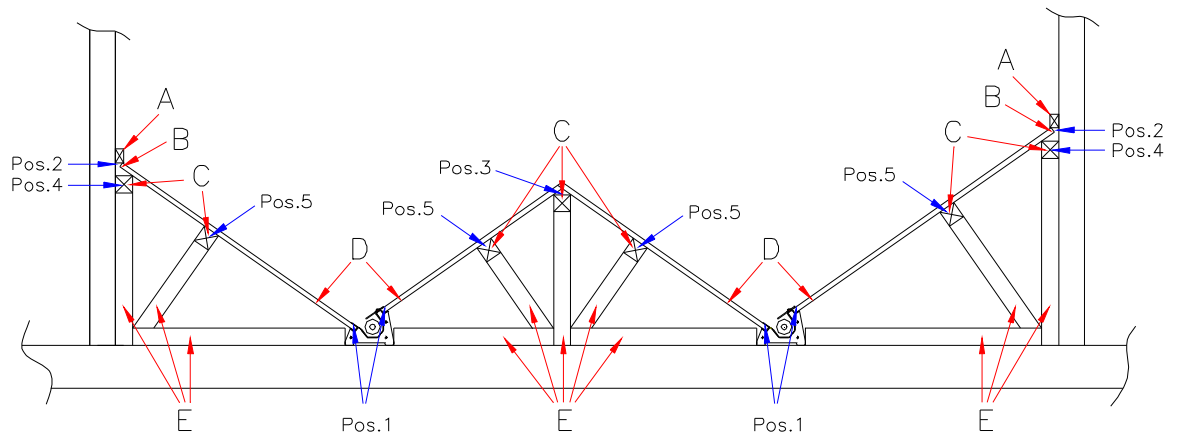

Fig.3 → Vue depuis le réducteur d'extraction vers le local de stockage ;
Veuillez tenir compte de notre recommandation en Fig.3 et faites poser une structure suffisamment résistante par un professionnel. 1 m³ de granulés pèse env. 0,65 t !!!
1. Insérer une lisse ou équivalent pour marquer la descente de 35° dans la rainure pour l'habillage (pos.1) Fig.3 Reporter la hauteur qui en résulte pour la substructure, sur le mur latéral (pos.2) Fig.3 du local de stockage. Mesurer la hauteur nécessaire pour la substructure entre les vis sans fin (pos.3) Fig.3 en insérant respectivement une lisse à gauche et à droite.
2. Visser les sommiers (linteau couché) (pos.4) Fig.3 à gauche et à droite sur le mur du local, à env. 3 cm sous la hauteur de descente marquée.
3. Renforcer les sommiers (pos.4) Fig.3 sur tous les 1,5 m env. à l'aide des linteaux debout. Si l'espace entre la vis d'extraction et le mur devait être supérieur à 1,5 m, alors il faut poser des sommiers avec substructure (pos.5) Fig.3 supplémentaire.
4. Couper les habillages (D) Fig.3 à gauche et à droite de la vis d'extraction par rapport au mur sur env. 3 cm et les monter de manière à ce qu'il reste une petite fente (pos.2) Fig.3 entre eux et le mur. Réaliser l'habillage entre la vis d'extraction de la même manière que sur notre recommandation en Fig. 3.
5. Ne pas visser fermement chaque planche mais visser une latte (A) Fig.3 en travers du mur, sur toutes les planches.